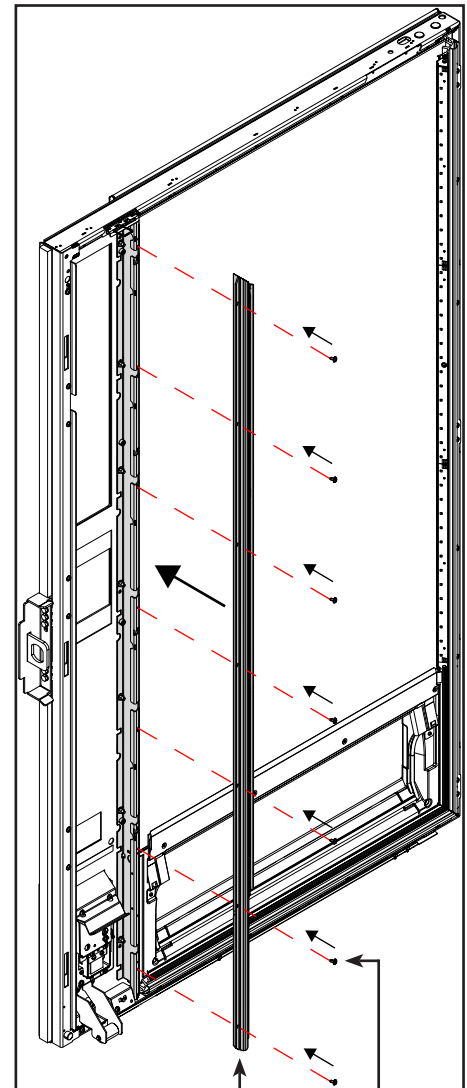

Bild 33
3. Dichtungsprofil links mit 7x Linsen-Blechschaube Innensechsrund M4 montieren (Bild 33).